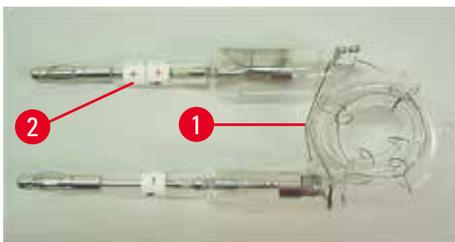
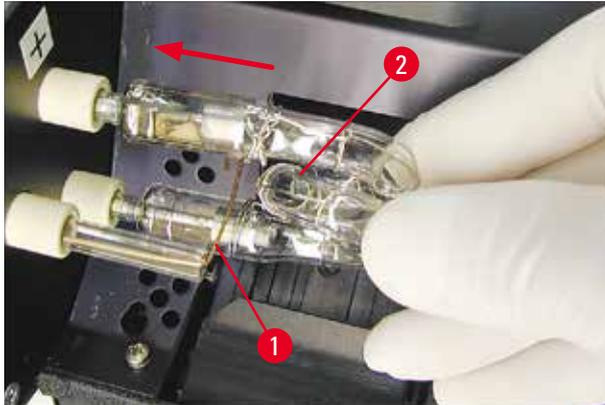

図 18
図 20
2. 新品のフラッシュランプ(→「図 18」)をソケット(→「図 17-3」)に取り付けます。次にランプを慎重に奥まで(「+」の極性マーカが隠れるまで)押し込みます(→「図 20」)。必要に応じて、フラッシュランプをやさしく上下に揺すります。